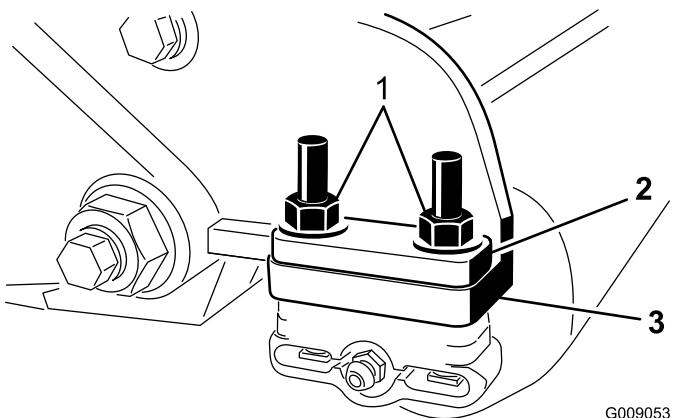

Bild 23
9. Entfernen Sie die zwei Muttern, mit denen jede Rollenhalterung an den Seitenplatten befestigt ist (Bild 23). Entfernen Sie die Schrauben nicht.